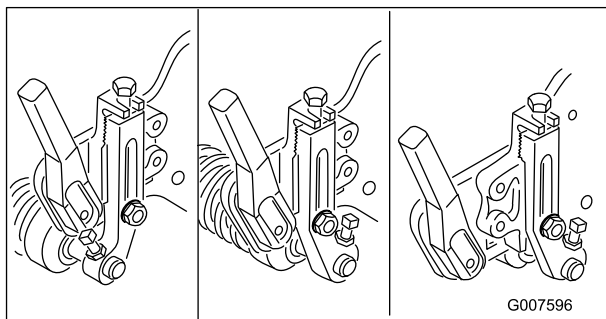

Figura 51
**Nota:** El rodillo delantero puede colocarse en una de tres posiciones diferentes (Figura 51), dependiendo de la aplicación y de las necesidades del usuario.